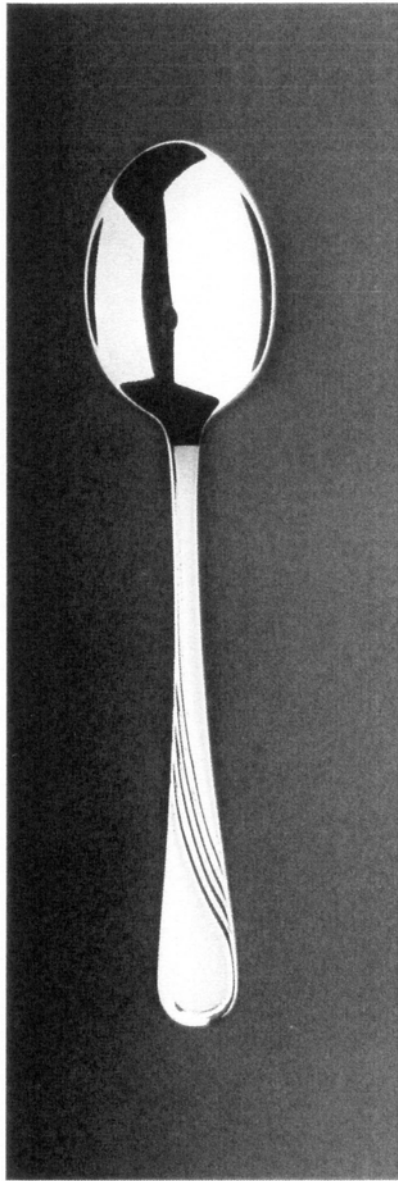

Fig. 1.12
- Fig. 1.12. przedstawia widok łyżki obiadowej